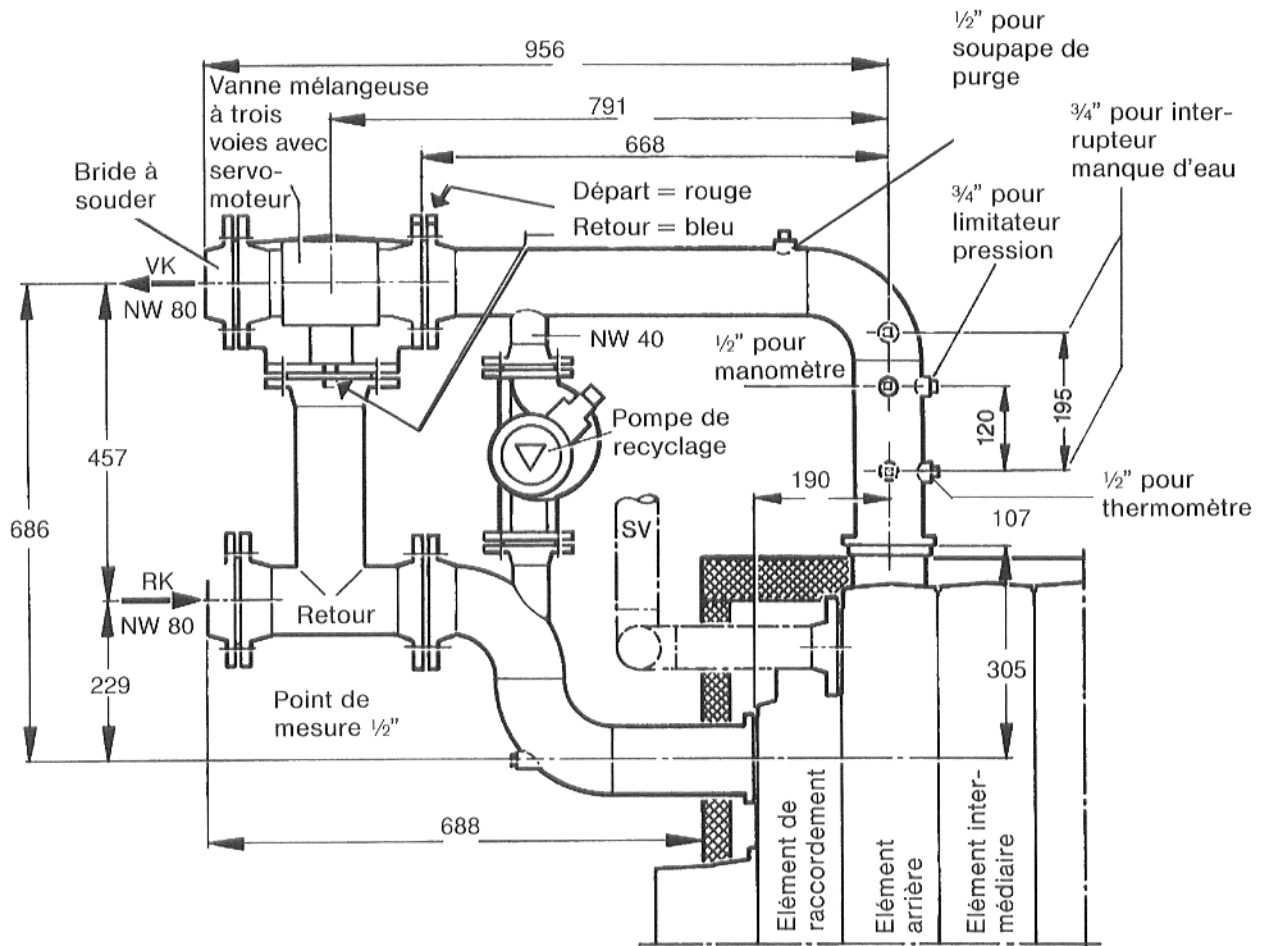

Fig. 4
2. Brider le retour pour le raccordement vanne mélangeuse de façon lâche au raccordement retour du groupe pompe de recyclage sans vanne mélangeuse (Fig. 4).